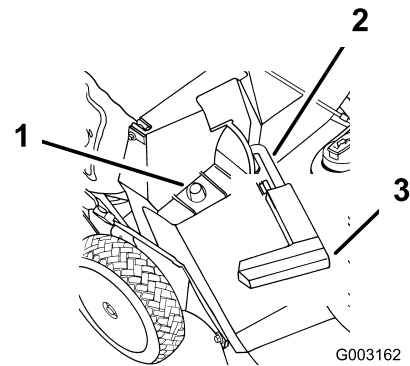

Bild 17
2. Stellen Sie sicher, dass der Griff an der Auswurfkanalklappe ganz nach vorne gestellt und dass der Stift im Riegel eingerastet ist (Bild 17).
3. Schieben Sie das Loch im Korbrahmen auf den Haltepfosten am Auswurfkanal (Bild 17).
2. Heben Sie den Griff der Auswurfkanalklappe an und ziehen ihn nach vorne, bis der Stift in den Riegel einrastet (Bild 17).